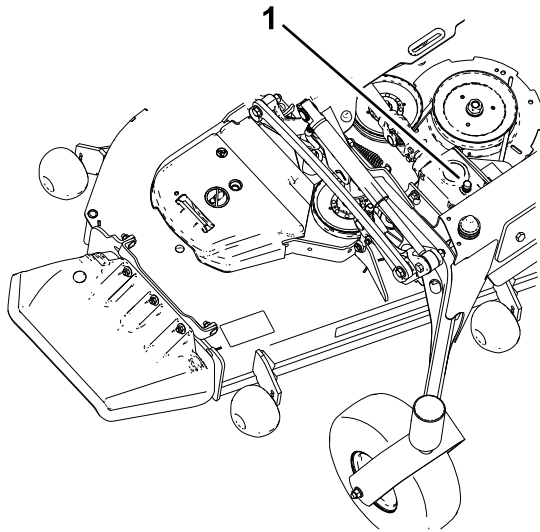

Figura 56
5. Rimuovete l'asta di livello/tappo di riempimento dalla parte superiore della scatola ingranaggi e assicuratevi che il lubrificante sia compreso tra i segni sull'asta di livello. (Figura 56)